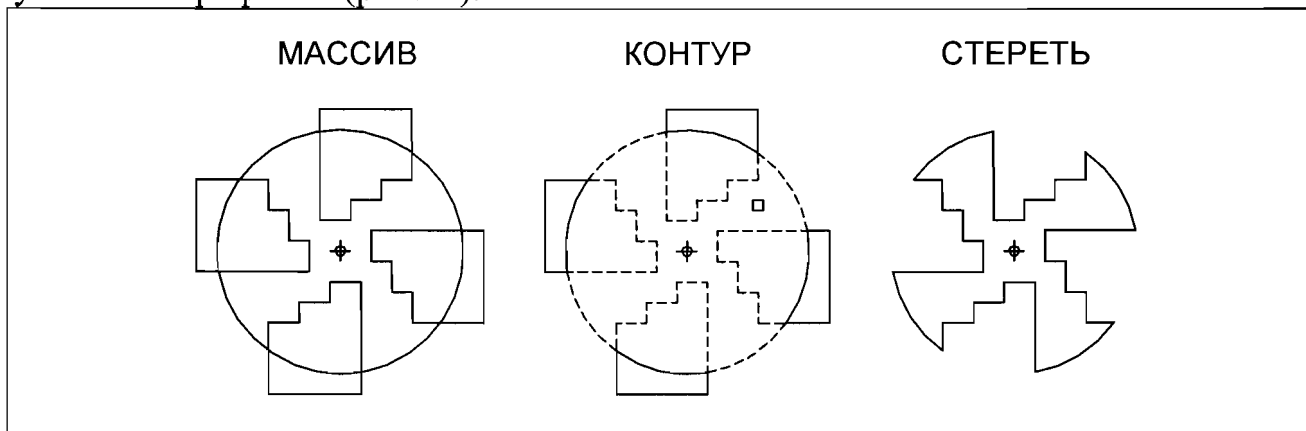

Рис.14
6. Командой **МАССИВ** построить круговой массив из четырех многоугольных профилей (рис.14).